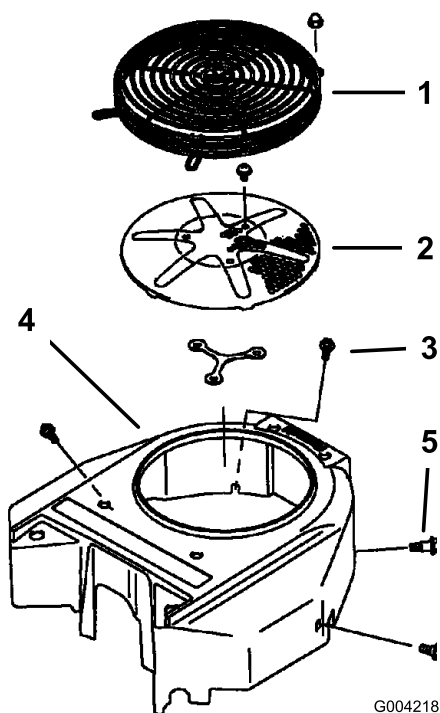

Figura 68
Prima dell'uso, eliminate erba, morchia ed altri detriti accumulatisi sulla griglia del motore. In questo modo garantirete un'adeguata ventilazione e una corretta velocità del motore e ridurrete la possibilità di surriscaldamento e danni meccanici al motore (Figura 68).
3. Rimuovete la griglia della presa d'aria, l'avviatore autoavvolgente e la sede della ventola (Figura 68).
5. Installate la griglia della presa d'aria, l'avviatore autoavvolgente e la sede della ventola (Figura 68).